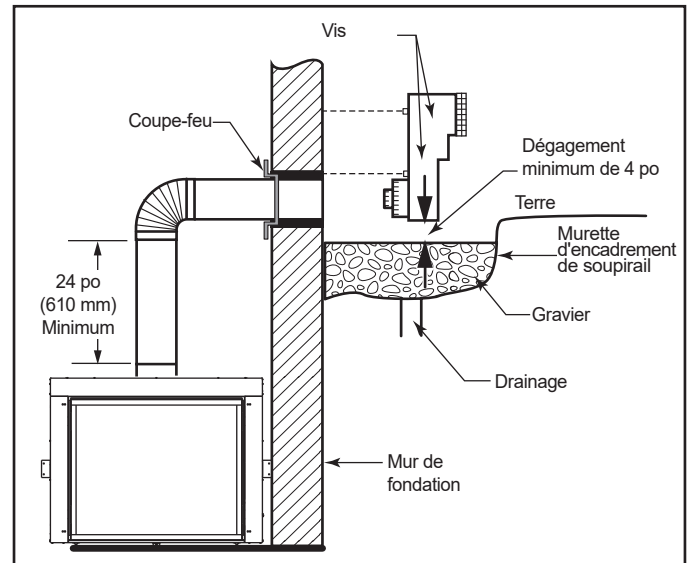

Figure 5.9 Installation sous le niveau du sol
12 po de gravier grossier en laissant un espace libre d'environ 4 po sous le conduit d'évacuation. Voir la figure 5.9.
7. Nivelez le sol de manière à laisser un espace libre de 4 po sous le col d'entrée d'air. Voir la figure 5.9.